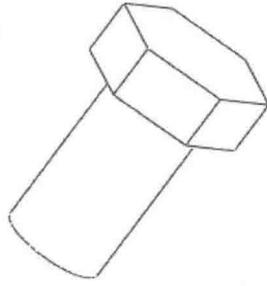

图 1-23
- (9) 单击  按钮，完成拉伸特征的建立，结果如图 1-23 所示。